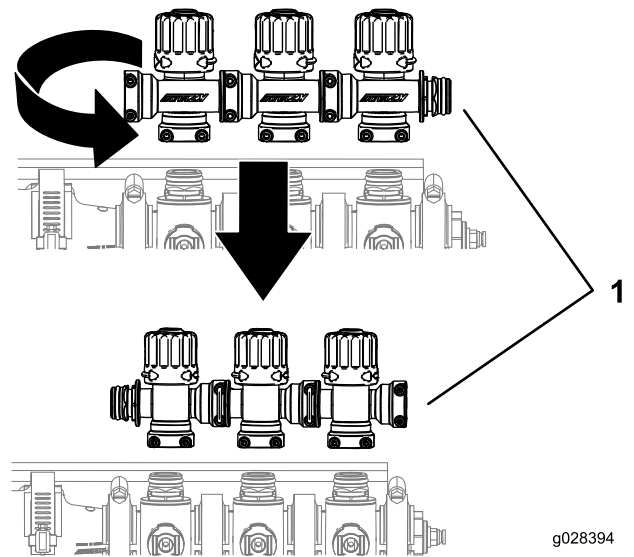

図 15
5. ブームバイパスバルブ・クラスタを 図 15に示すように180°回転させる。